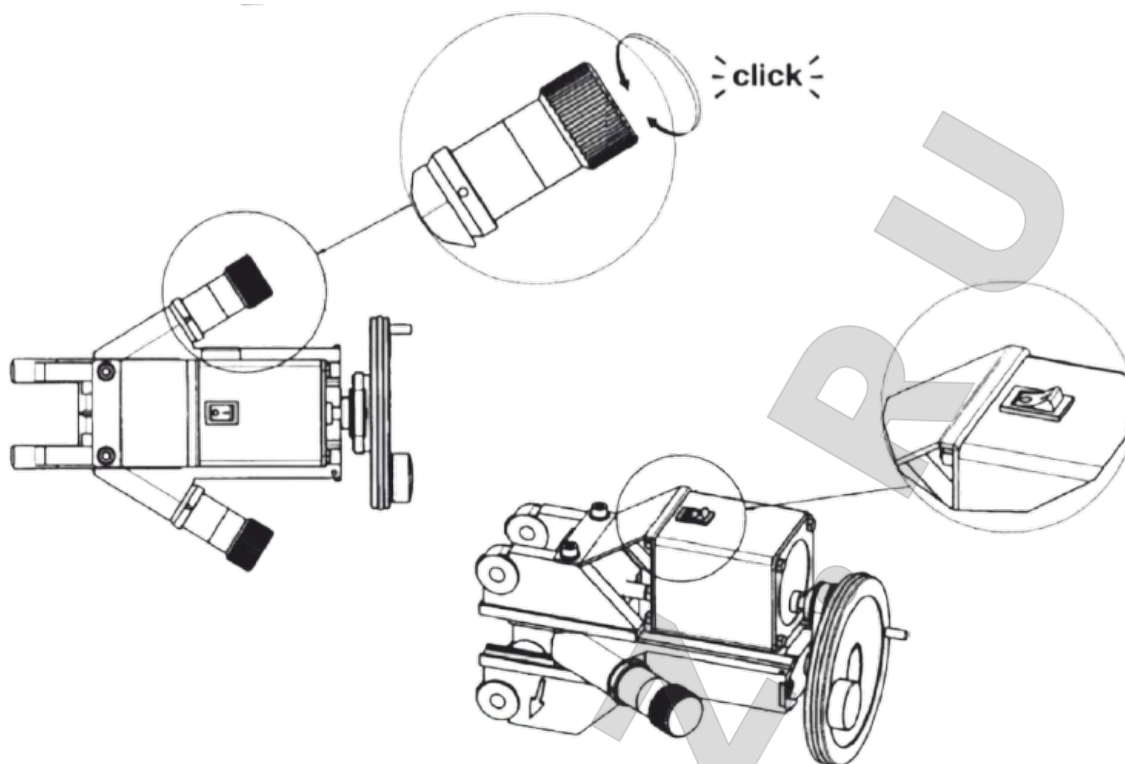

Рисунок 32
**7.8.12** Один щелчок равен 0,05 мм. (рис. 32)